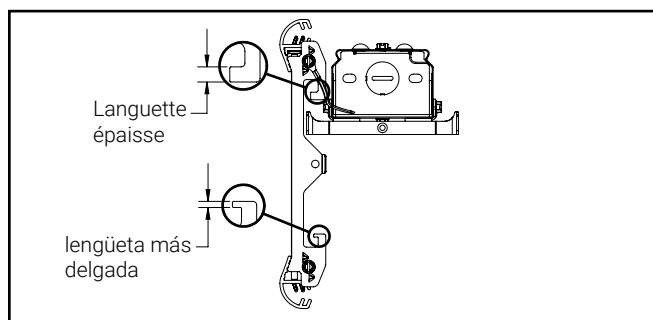

Figure 3.1
B. Maintenez l'assemblage du guide d'ondes à la verticale, assurez-vous que l'extrémité de la languette épaisse est au-dessus du support de la charnière du canal. Le support du guide d'ondes doté de la languette épaisse aura également le câble de sécurité installé à côté. (Figure 3.1)